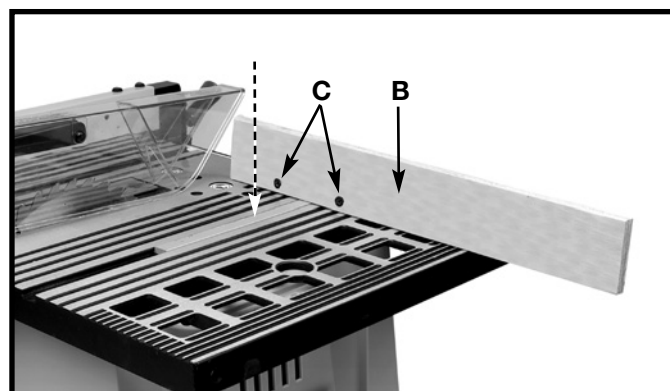

Fig. 39A
Para brindar seguridad y conveniencia adicionales, el calibre de ingletes (A) se puede equipar con un refrentado de madera auxiliar (B), de la manera que se muestra en la Fig. 39A, que debe ser al menos 1 pulgada más alto que la profundidad de corte máxima y debe sobresalir 12 pulgadas o más a un lado o al otro, dependiendo de qué ranura para el calibre de ingletes se esté utilizando. Este refrentado de madera auxiliar (B) se puede sujetar a la parte delantera del calibre de ingletes utilizando dos tornillos para madera (C) a través de los agujeros provistos en el cuerpo del calibre de ingletes e introduciéndolos en el refrentado de madera.